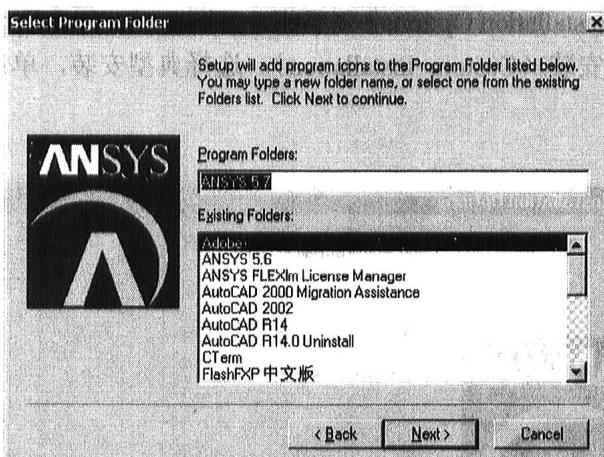

图 1-8 【Select Program Folder】对话框
(9) 在【Select Program Folder】对话框中(见图 1-8), 选择 ANSYS 5.7 程序组的名称, 一般采用默认的程序组名, 单击“Next>”按钮, 进入下一步。